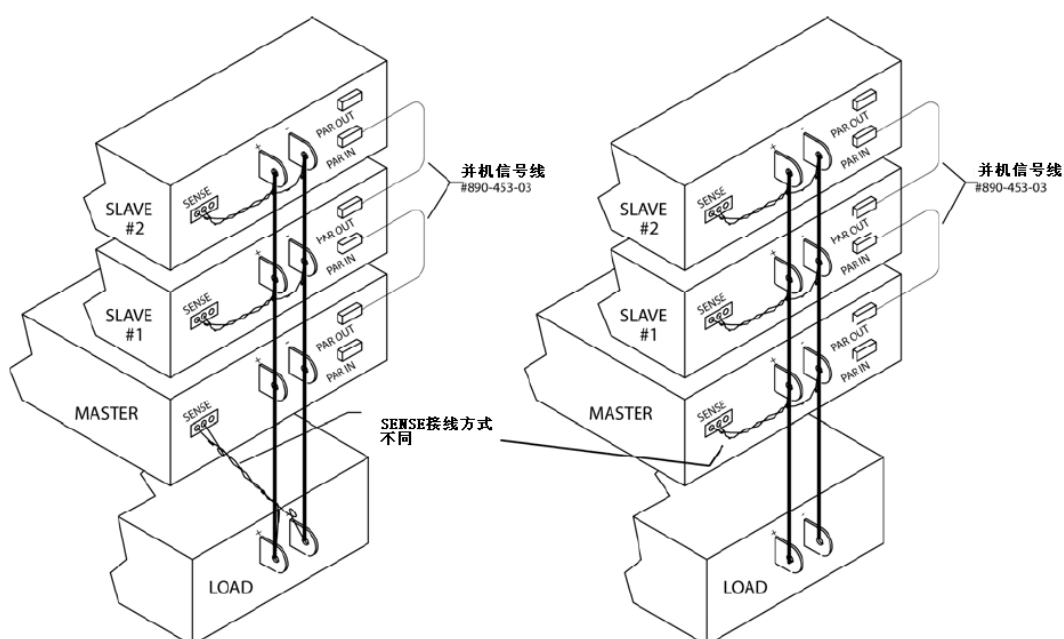

图3-9-1并机接线方式
⑦ 参考图 3-9-1 连接 SENSE 线，所有的从机 (Slave) 的 SENSE 线直接接到其输出正负极上，主机 (Master) 有如下 2 中连接方式：